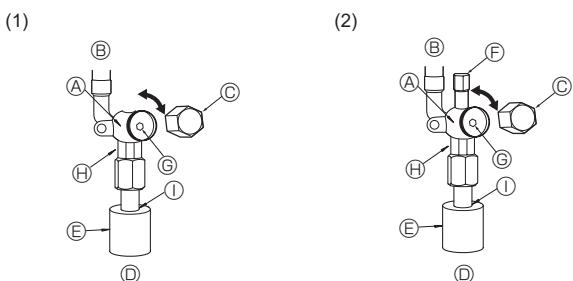
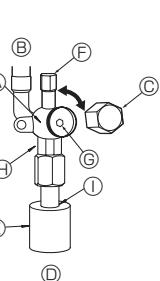

Fig. 4-5
Fig. 4-6
- (1) Lado de gas (Fig. 4-5)
- ① Abra la tapa y gire la varilla de válvula hacia la izquierda hasta su tope, utilizando una llave hexagonal de 5 mm. Deje de girar cuando llega al tope. (a15,88: Aproximadamente 13 revoluciones)
- ② Cerciórese de que la válvula de parada esté completamente abierta y enrosque la tapa en su posición original.
- (2) Lado de líquido (Fig. 4-6)
- ① Abra la tapa y gire la varilla de válvula hacia la izquierda hasta su tope, utilizando una llave hexagonal de 4 mm. Deje de girar cuando llega al tope. (e9,52: Aproximadamente 10 revoluciones)
- ② Cerciórese de que la válvula de parada esté completamente abierta, empuje la manivela y enrosque la tapa en su posición original.